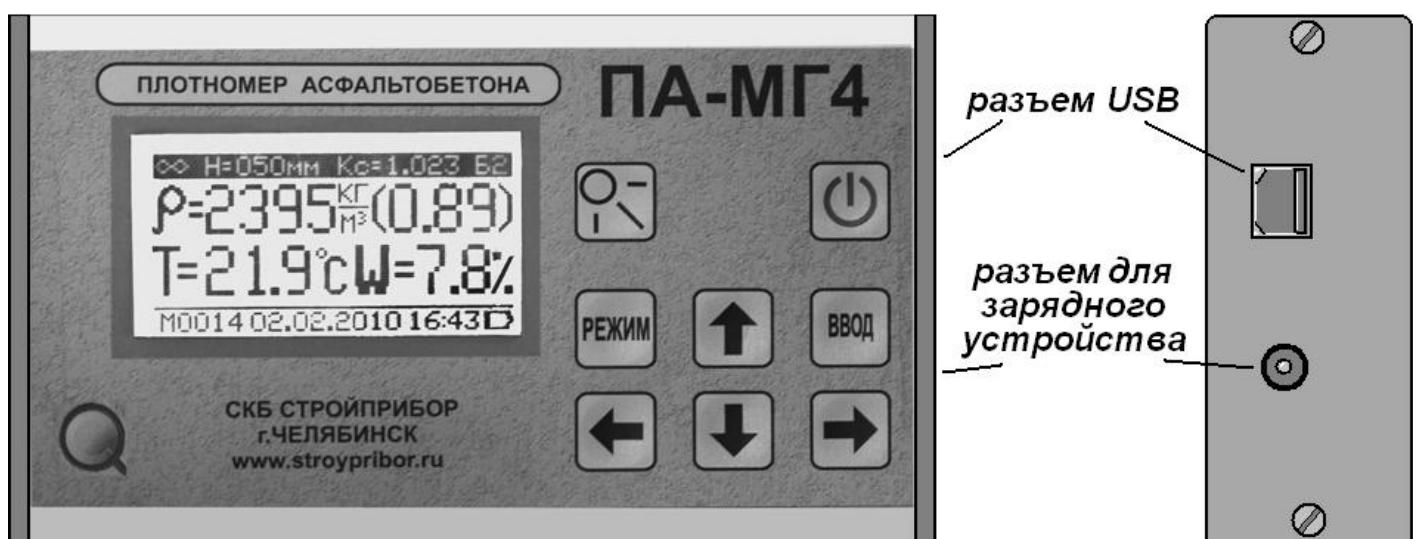

Рисунок 2 – Вид электронного блока плотномера
1.4.2 На лицевой панели электронного блока (рис.2) размещен ЖК дисплей и клавиатура, состоящая из восьми кнопок: **ВКЛ** (окрашена в красный цвет), **ПОДСВЕТКА ДИСПЛЕЯ** (\odot), **РЕЖИМ**, **ВВОД**, \leftarrow , \rightarrow , \uparrow и \downarrow .